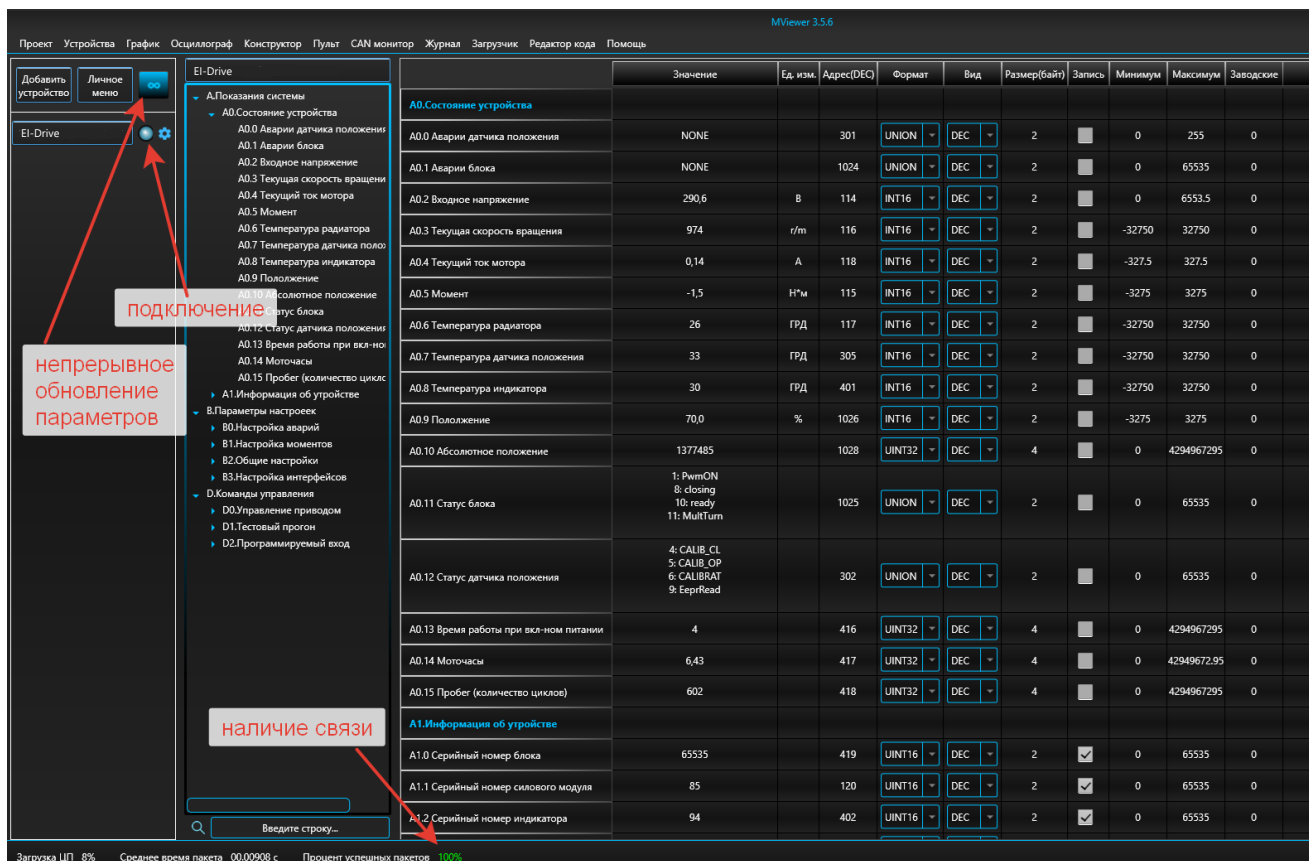

Рисунок 9 – Установка соединения
7) Убедитесь в наличии связи. Внизу экрана отображается значение качества связи в процентах (рис. 9).